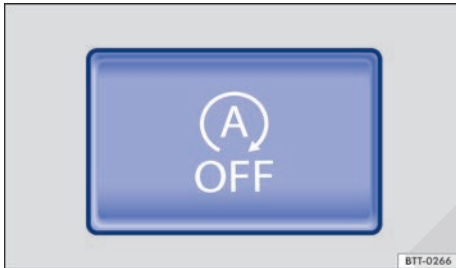

Fig. 98 En la parte superior de la consola central: tecla del sistema Start-Stop.
- Para desconectar manualmente el sistema, pulse la tecla  situada en la consola central → fig. 98. Cuando el sistema Start-Stop está desconectado, se enciende el testigo de control de la tecla.
- Para volver a conectar manualmente el sistema, pulse de nuevo la tecla  de la consola central → fig. 98.